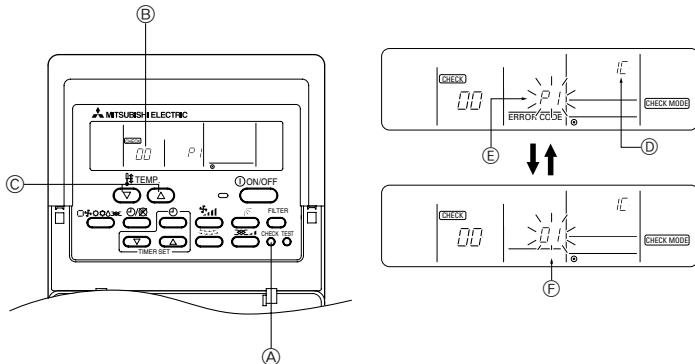

Fig. 7-2
7.3.1. Per il comando a distanza con filo (Fig. 7-2)